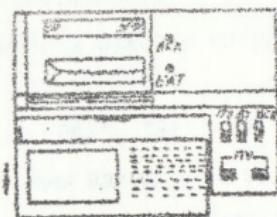

Рис. 6.2
2) отсоединить микрокалькулятор, сдвигая его плоско в направлении стрелки, указанной на рис. 6.2;